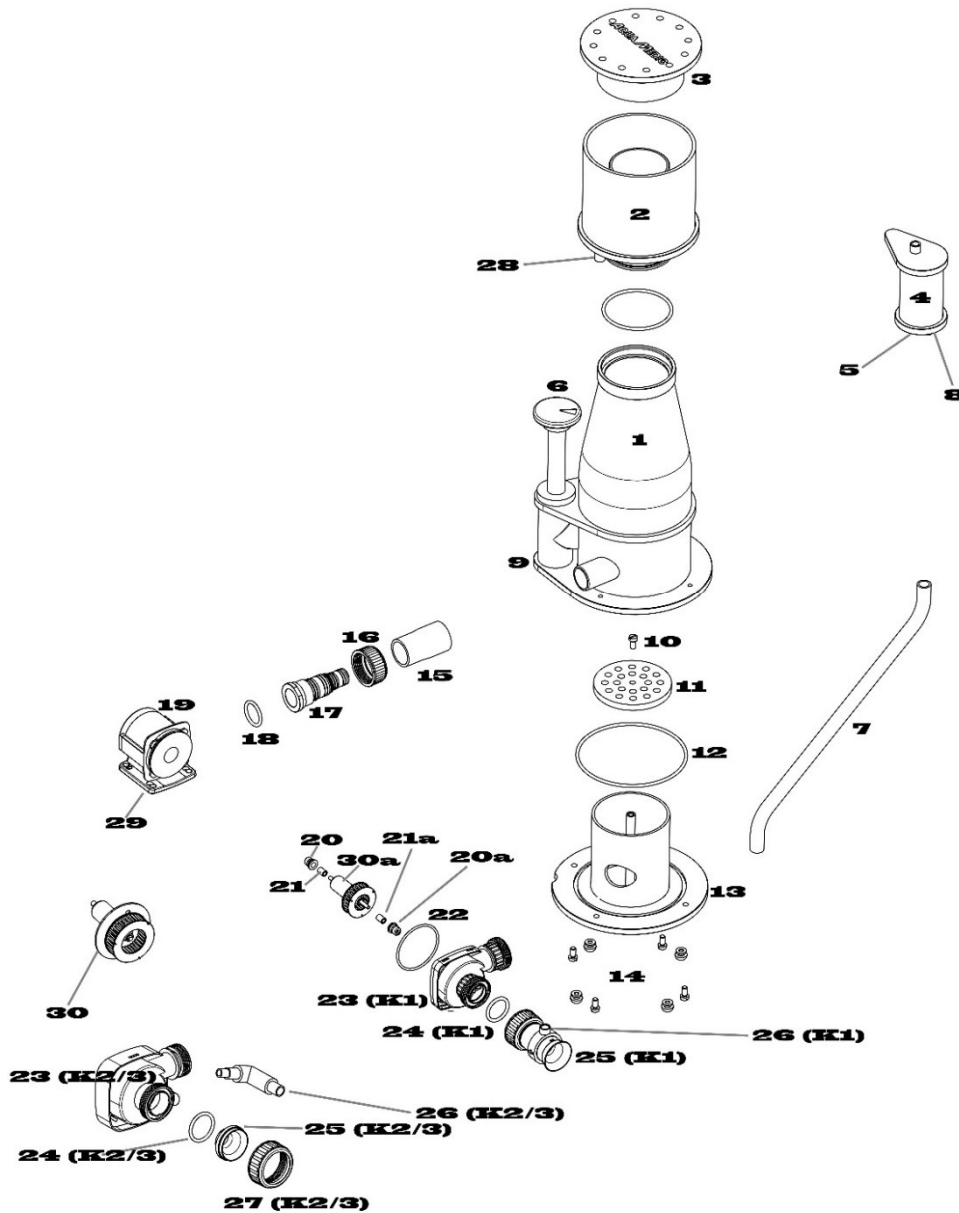

Fig. 1: Skimmer K1, K2, K3
Lado de presión: El lado de presión estará conectado con el skimmer mediante la conexión preparada mediante una pieza de goma. Por favor asegúrese de que las juntas (Fig. 1, No. 18 + 24) estén colocadas dentro del surco. Si es posible, monte la bomba en posición horizontal para una mayor absorción de aire y una operación más silenciosa.
- El tubo de aire tiene siempre que ser instalado hacia arriba, por encima del nivel de agua del skimmer. **Este tubo de aire no debe pender hacia abajo.** Por consiguiente, siempre debería estar conectado al amortiguador de sonido silencer (Fig. 1, Nº 5). El silenciador debe colocarse en un orificio de la tapa de la cazoleta recolectora de espuma. Conecte el extremo final del tubo con la toma de aire de la bomba. La cazoleta recolectora de espuma se inserta simplemente en la carcasa del skimmer desde la parte superior.
por lo que otros dispositivos podrían funcionar en seco y, por tanto, podrían ser dañados. El flujo debe ajustarse utilizando el tornillo de ajuste (Fig. 1, Nº 6) y / o el controlador de la bomba de modo que se produzca una espuma casi seca. Hay una flecha en el tornillo de ajuste. Si apunta al skimmer, la salida está ajustada al nivel más bajo.